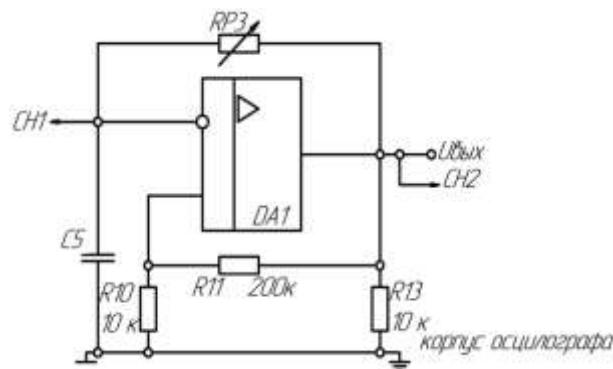

Рисунок 27 – Схема мультивибратора
- 1) Собрать схему мультивибратора (рис. 27), установить заданные преподавателем значения емкости конденсатора ($C5$ или $C6$) и сопротивления резистора $RP3$ (от 10кОм);